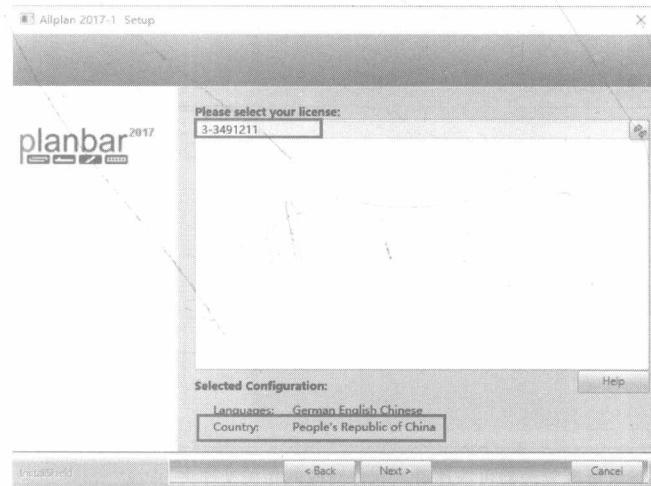

图 2-9
(4) 出现如图 2-9 所示的对话框时, 单击已安装的硬件锁编码, 然后在【Country】选项中选择【People's Republic of China】, 然后单击【Next】按钮。